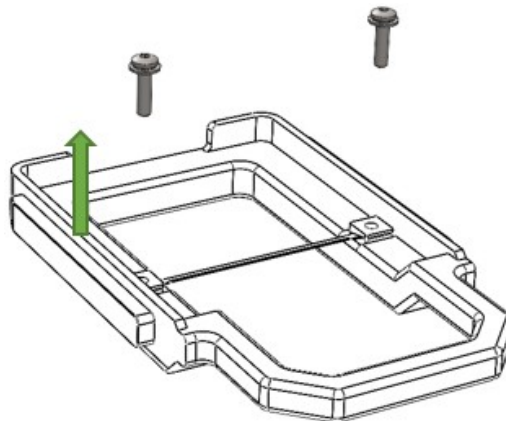

Abbildung 4. Messerdemontage, Ansicht 1
5. Um das Messer auszutauschen, muss das Schneidmodul aus dem Gerät herausgenommen werden. Mit einem Inbusschlüssel müssen die Schrauben auf den beiden gegenüberliegenden Seiten des Messers herausgedreht werden. Die Schrauben, Federscheiben und Unterlegscheiben vorsichtig entfernen (Abbildung 4).